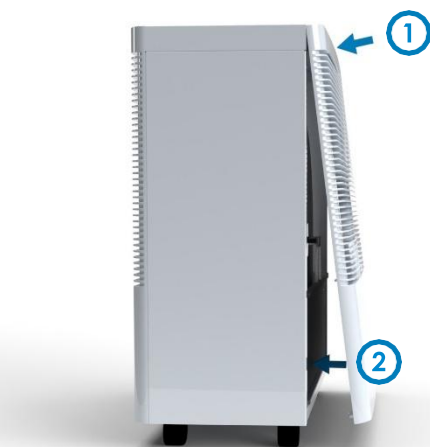

Abb. 4.2.8: Ausblasgitter schließen
7. Ausblasgitter schließen (☞ siehe „Abb. 4.2.8“ auf Seite 22).
11. Hängen Sie das Ausblasgitter in die Halterung am oberen Ende des Gerätes ein (Abb. 4.2.8/1).
12. Schließen Sie das Ausblasgitter (Abb. 4.2.8/2). Die Magnete halten das Gerätegehäuse verschlossen.